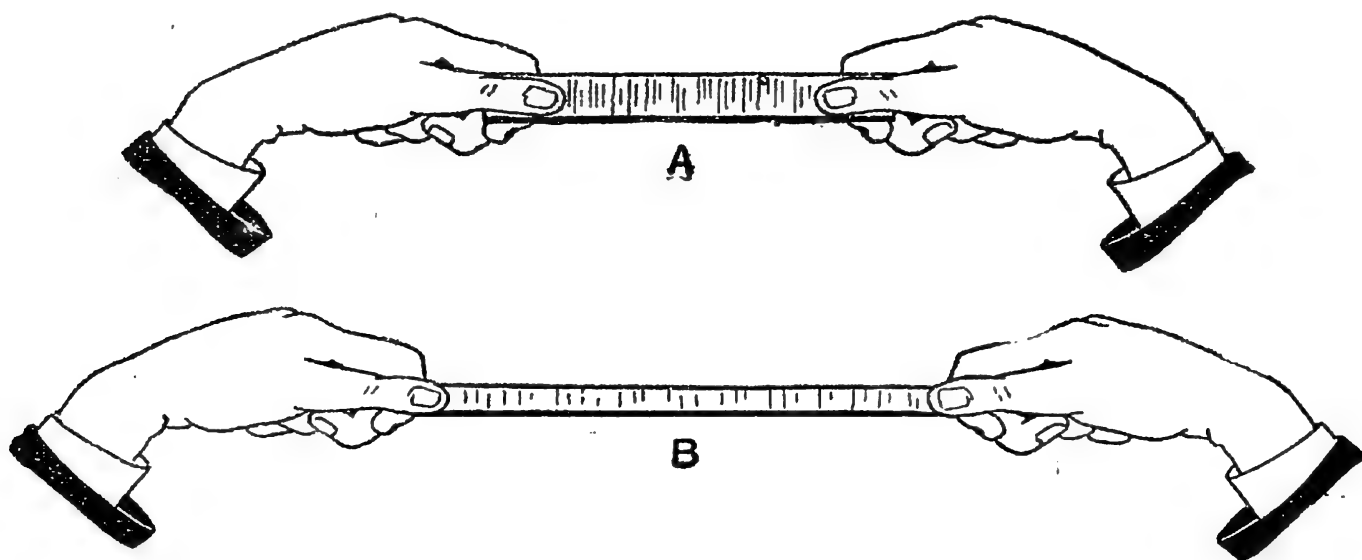

Fig. 2. — Le caoutchouc est très élastique.
**1. Le caoutchouc est élastique.** — Mesurons la longueur et la largeur d'une de ces feuilles de caoutchouc dont se servent les cyclistes pour réparer les chambres à air de leur bicyclette et qu'ils nomment de la « feuille anglaise » (*fig. 2, A*). Puis étirons la feuille (*fig. 2, B*) : elle s'allonge beaucoup en diminuant de largeur. Dès que nous l'abandonnons, elle se raccourcit. Mesurons-la de nouveau : elle a repris exactement ses dimensions primitives.